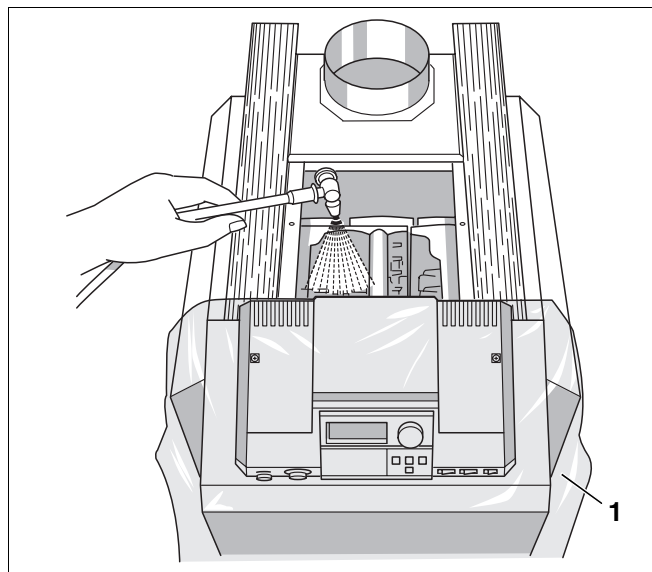

Fig. 42 Curățarea umedă a cazanului
- Acoperiți aparatul de reglare (Fig. 42, **Poz. 1**) cu o folie. Nu trebuie să pătrundă vaporii în aparatul de reglare.
- Traseele de gaze se pulverizează de sus în mod egal cu o soluție de curățare (Fig. 42).